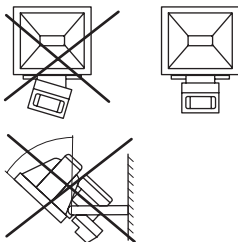

Рисунок 7
4.6 Регулировка угла наклона прожекторов осуществляется двумя винтами осевого крепления на корпус (рисунок 7). После регулировки угла наклона прожектора винты должны быть затянуты.
Внимание! Прожекторы нельзя устанавливать светоотражателем вниз для избежания перегрева ламподержателей и корпуса прожектора (см. рисунок 7).
4) Угол обзора датчика составляет 120° в горизонтальной плоскости и может регулироваться путем наклона датчика регулятором положения (рисунок 7) по вертикали